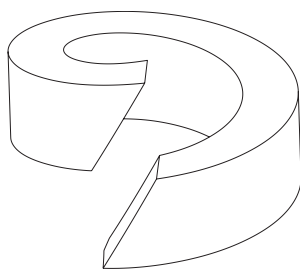

Fig 8: Packningsring
- Se till att skarven på packboxens tätning skärs snett (se fig 8).